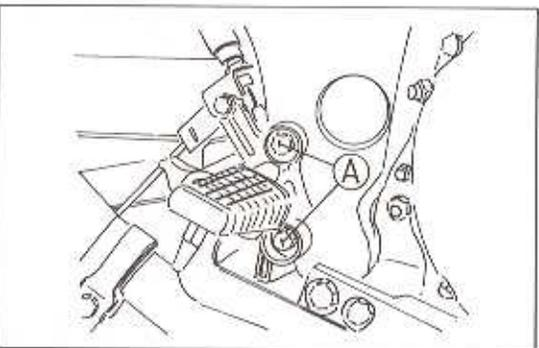

Bild 242
- Die Halterung des Bremspedals vom Rahmen abschrauben (Bild 242).